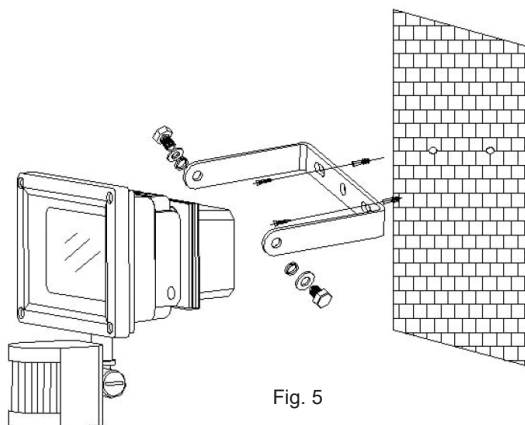

Fig. 5
(3) Conectați cablurile de alimentare.
(4) Atasati proiectorul din nou pe suport si fixati cablul pe perete folosind clemele corespunzatoare. Asigurati-va ca, cablul nu atinge carcasa proiectorului si ca exista suficient cablu pentru a permite proiectorului sa fie inclinat si reglat corespunzator - acest lucru se realizeaza prin manevrarea corpului metalic al proiectorului si nu a cutiei de cabluri din spate (fig. 5).